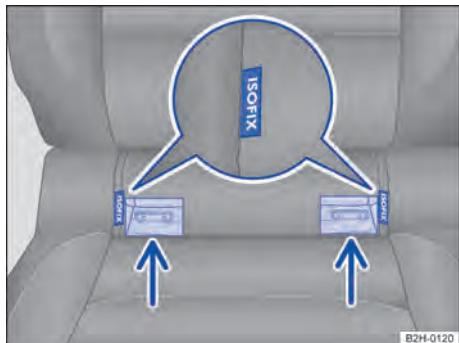

Fig. 75 No banco do veículo: identificação dos pontos de ancoragem inferiores para cadeiras de criança.
Dois olhares de retenção para cada cadeira, os chamados pontos de ancoragem, encontram-se entre o encosto e o banco nos assentos laterais do banco traseiro → Fig. 75.
- Colocar a cadeira de criança nos olhais de retenção no sentido das setas → Fig. 75. As aberturas de introdução encontram-se perpendicularmente ao lado da inscrição ISOFIX. A cadeira de criança deve engatar de modo seguro e audível (clique).
– Posicionar a cadeira de criança sobre a superfície do banco e prender os ganchos dos cintos de fixação nos olhais de fixação → Fig. 75, desde que os cintos de fixação tenham sido fornecidos juntamente com a cadeira de criança.